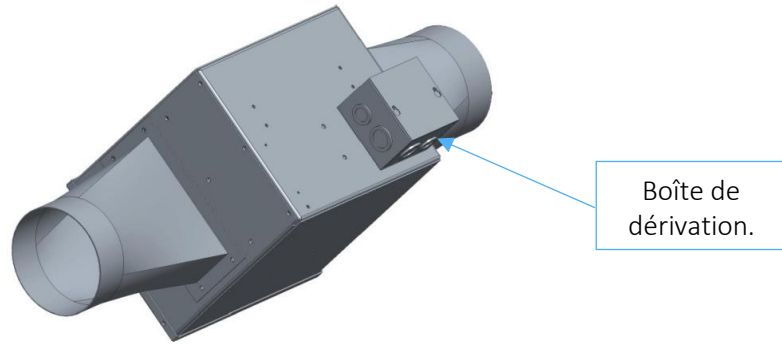

Fig. 39 Arrière du projecteur 74-00013-01
- A. Ouvrir le couvercle du bornier (figure 39).